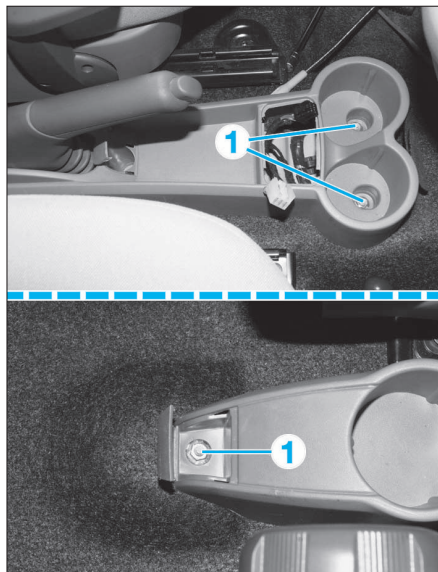

FIG. 13
- Déposer les vis de fixation (1) de la console centrale, à l'intérieur de l'habitacle, du levier de frein de stationnement (Fig.13).